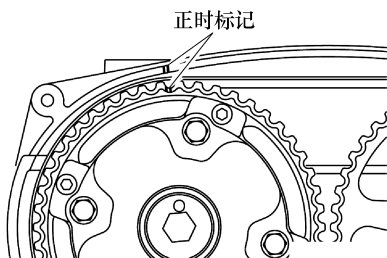

图 4-97 对齐排气凸轮轴链轮正时标记
1) 如图 4-97 所示,将排气凸轮轴链轮的正时标记逆时针转动到距离气门室盖的正时标记一个链轮齿的位置。
2) 校直进气凸轮轴链轮上的正时标记与气门室盖上的正时标记,如图 4-97 所示。